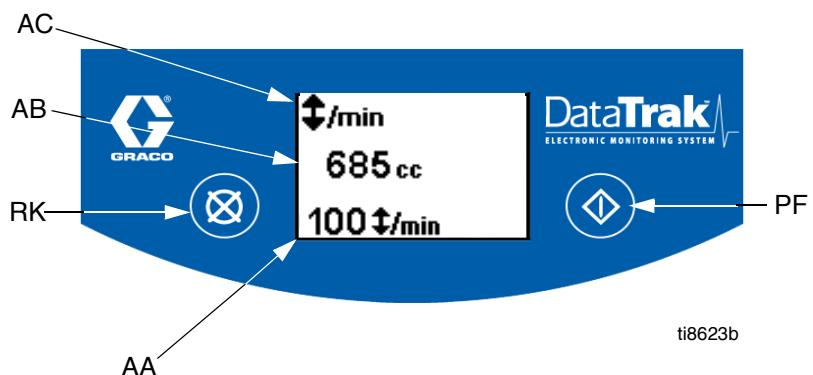

Рис. 1. Органы управления и индикаторы модуля DataTrak
- См. Рис. 1 Нажмите и удерживайте в течение 5 секунд, пока не покажется меню Setup (Настройка).
ПРИМЕЧАНИЕ: Для блокировки мониторинга разноса перейдите в режим настройки и установите значение разноса равным 0 (нуль). См. Рис. 1.
1. См. Рис. 1 Для входа в режим заливки/промывки нажмите любую кнопку для включения дисплея, а затем нажмите . На дисплее появится символ заливки/промывки и светодиод начнет мигать
См. Рис. 1 Дисплей (AE) переключится через 1 минуту неактивности в Режиме работы или через 3 минуты в режиме Настройки. Нажмите любую кнопку для включения дисплея.
Модуль DataTrak может диагностировать некоторые проблемы с насосом. Если монитор обнаруживает проблему, то светодиод (AD, Рис. 1) будет мигать и на дисплее появится диагностический код. См. Таблицу 1, стр. 10.